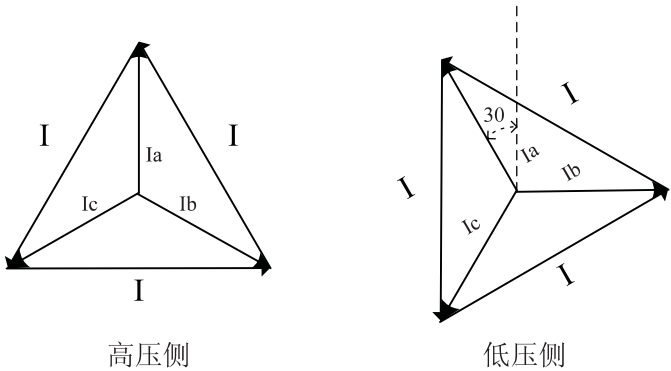

图 4-2 Y/Y 方式 TA 接线向量图
(2) 现在的微机保护由于具有软件自动修正相位等计算系数功能，用电流互感器也采用“Y/Y”接线方式，如图 4-2 所示